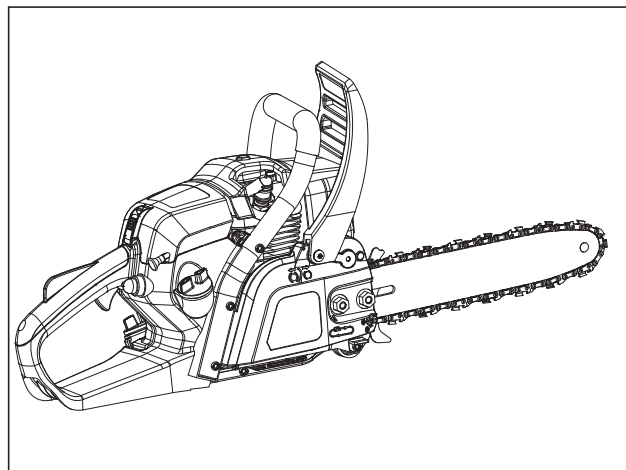

Fig. 35
7. Apriete las tuercas de montaje de la barra para fijar la cubierta del embrague (Fig. 35).